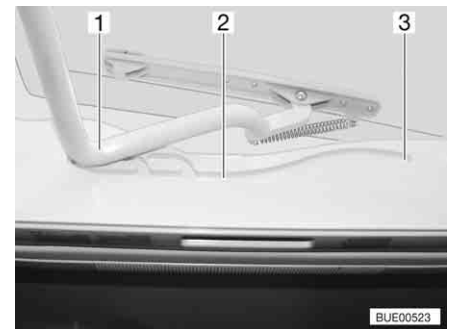

Bild 67 Heki-Dachhaube, Führung
- Den Bügel (Bild 67,1) in den Führungen (Bild 67,2) bis in die hinterste Position (Bild 67,3) ziehen.
- Den Bügel (Bild 67,1) mit beiden Händen leicht nach oben drücken.
- Den Bügel in den Führungen (Bild 67,2) bis zur gewünschten Stellung ziehen.